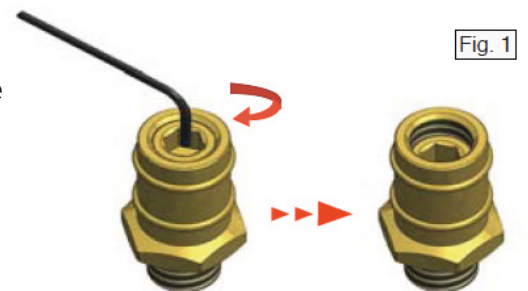

Fig. 1
- Augmenter le réglage de la pression, par exemple de 14.2 psi à 18.5 psi (fig.1)
- increase pressure setting, e.g. 14.2 psi to 18.5 psi (fig.1)